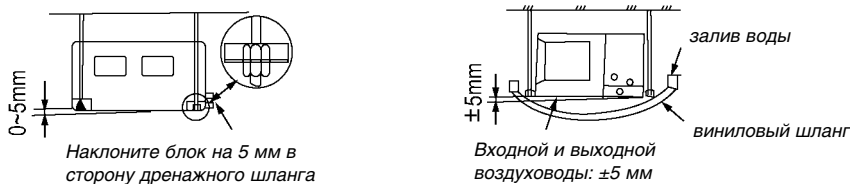

Рис. 6
**Замечание:** Допустимые зазоры указаны на рис. 6.